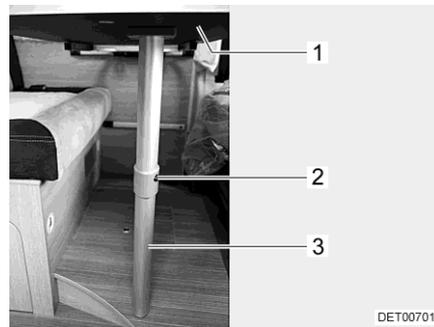

Fig. 57 Base de cama
- Levantar ligeramente por delante el tablero de la mesa (Fig. 57,1).
- Presionar el botón de desbloqueo (Fig. 57,2) y abatir 90° la parte inferior de la pata de apoyo articulada (Fig. 57,3).